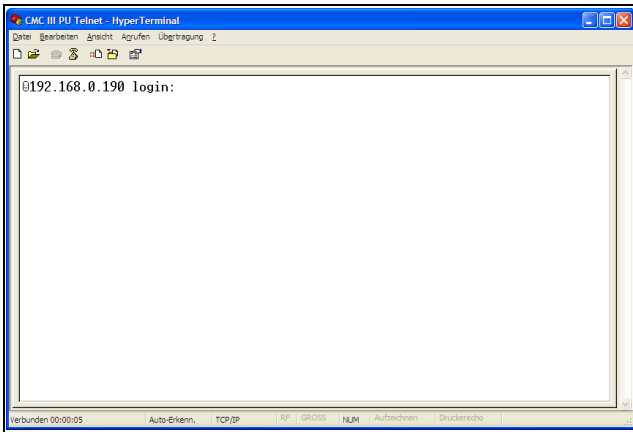

Abb. 16: Anmeldebildschirm
- Drücken Sie einmal die „Return“-Taste, um den Anmeldebildschirm anzuzeigen. Dieser entspricht dem Anmeldebildschirm bei einer Telnet-Verbindung (Abb. 16).